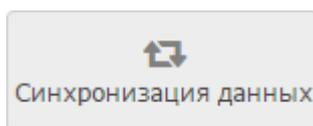

Рисунок 10.73 — Кнопка **Синхронизация данных**
2. Выберите узлы, данные которых требуется синхронизировать и нажмите на кнопку **Синхронизация данных** (рисунок 10.73).